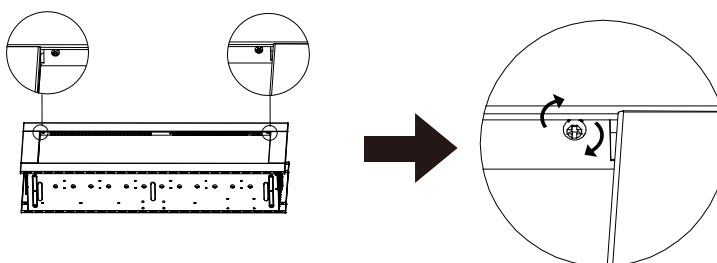

FIG. 3
- Fixez les garnitures en resserrant les vis de sécurité (FIG. 3).